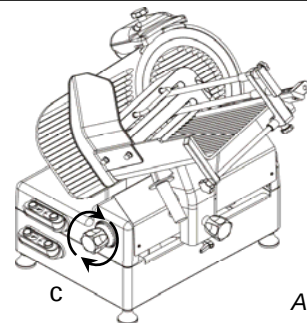

Abb.41
- Die Segelöffnung mit den nummerierten Griff verstellen (im Uhrzeiger- und Gegenuhrzeigersinn (Abb.41 Detail c);